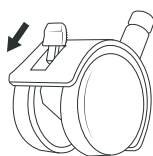

Fig. 2
- ◆ După ce ați pus aparatul într-un loc, apăsați pârghiile de pe cele două role cu pârghii de blocare **9** în jos pentru a preveni deplasarea aparatului (a se vedea fig. 2).